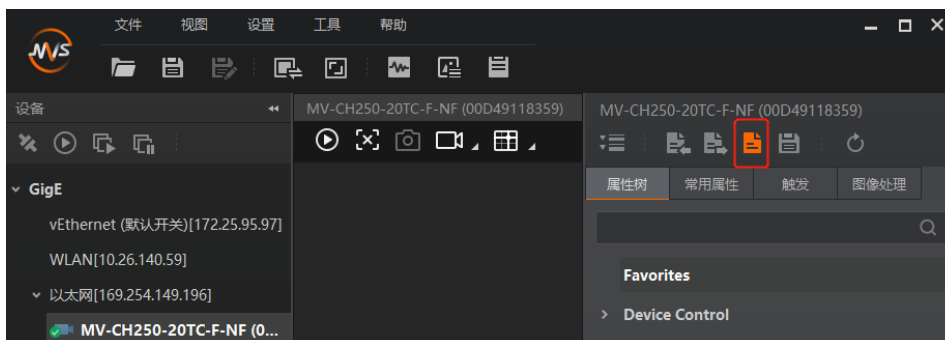

图8-5 文件存取
1. 在设备列表区，选择待存取文件的相机，并在 MVS 客户端右上方单击文件存取图标 ，如图 8-5 所示。